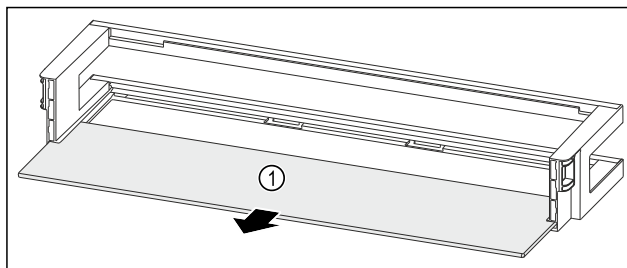

Fig. 259 Balconnet de contre-porte avec tablette de rangement
- ▶ Retirer la tablette de rangement Fig. 259 (1).